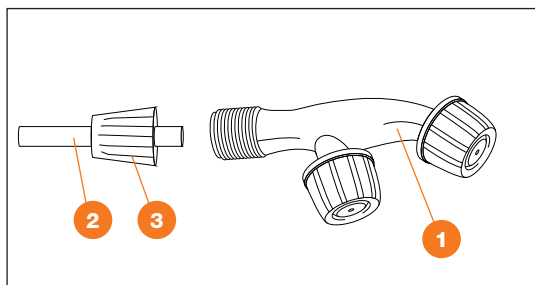

Рис. 5
3. Соедините насадку-форсунку **1** с телескопической штангой **2** с помощью контргайки **3** (Рис. 5).